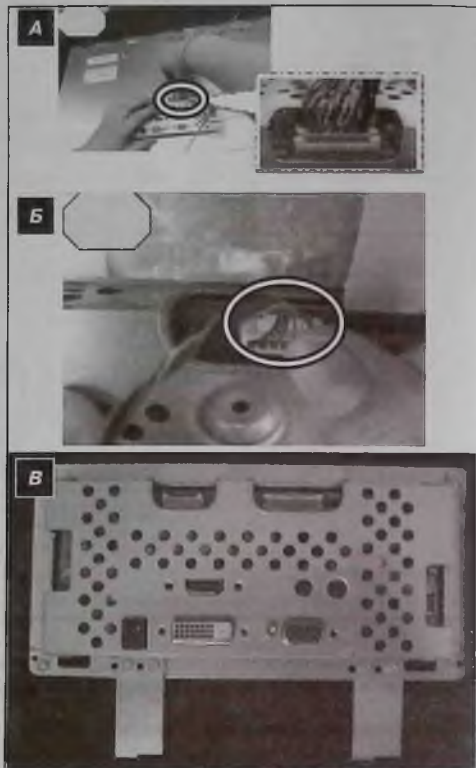

Рис. 15
3. Снимают основную раму (рис. 15а), предварительно отсоединив гибкий шлейф FFC (рис. 15б) и кабель платы клавиатуры (рис. 15в).